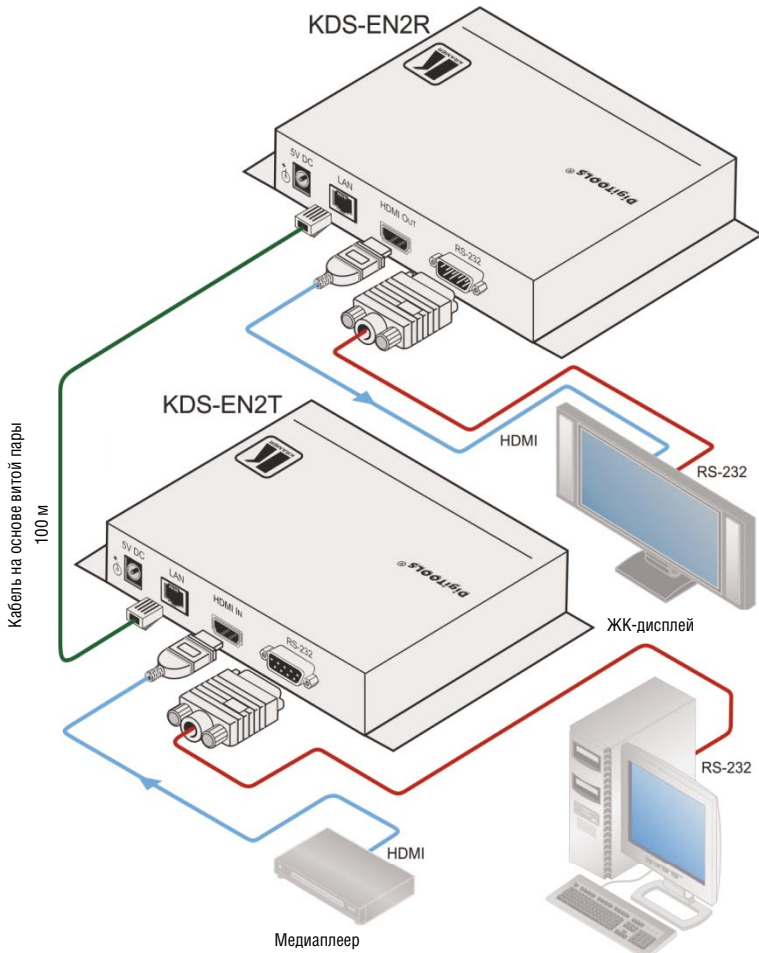

Рис. 4. Подключение приемопередающей системы сигнала HDMI
Можно воспользоваться передатчиком сигнала HDMI по IP KDS-EN2T (см. подраздел 4.1) и приемником KDS-EN2R для построения приемопередающей системы сигнала HDMI по IP (см. рис. 4).
Чтобы подключить приемопередающую систему сигнала HDMI по IP в соответствии с примером, приведенным на рис. 4, действуйте в следующем порядке:
4. И на **KDS-EN2T**, и на **KDS-EN2R** подсоедините адаптер электропитания на 5 В постоянного тока к входу электропитания, а адаптер — к электросети (не показан на рис. 4)